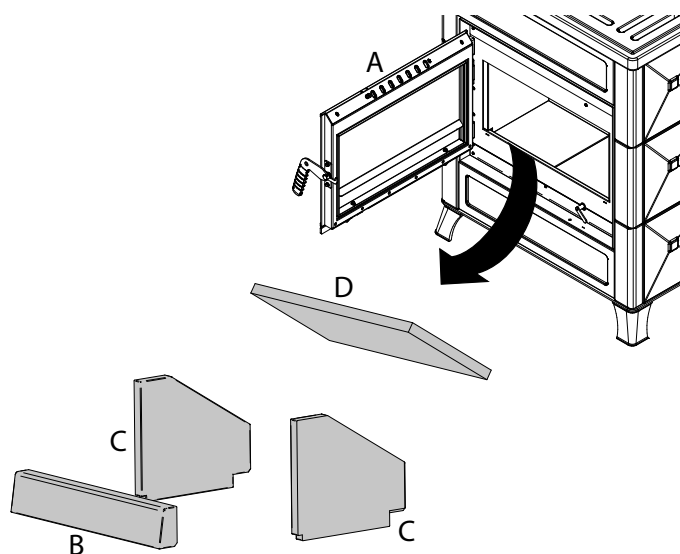

Fig. 9.2.1
- Ouvrir la porte A, enlever les blocs dans l'ordre suivant : B (paroi du fond), C (parois latérales) et D (paroi supérieure) (Fig. 9.2.1)